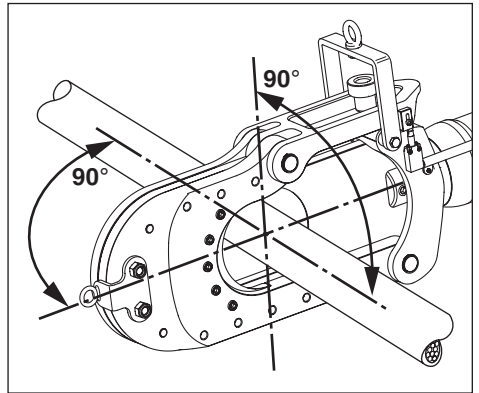

Figure 8, Positionnement du matériau dans la tête de coupe
Positionnez le matériau à couper entre les lames de la cisaille, de manière à ce qu'il soit perpendiculaire à l'axe du piston, comme illustré en Figure 8. Ce positionnement fournira la découpe de la meilleure qualité, tout en sollicitant le moins possible la cisaille.
5. Positionnez le matériau à couper entre la lame fixe et la lame mobile. Assurez-vous qu'il soit perpendiculaire à l'axe du piston, comme indiqué en Figure 8. Reportez-vous aux instructions de la section 8.5 pour tout complément d'information.